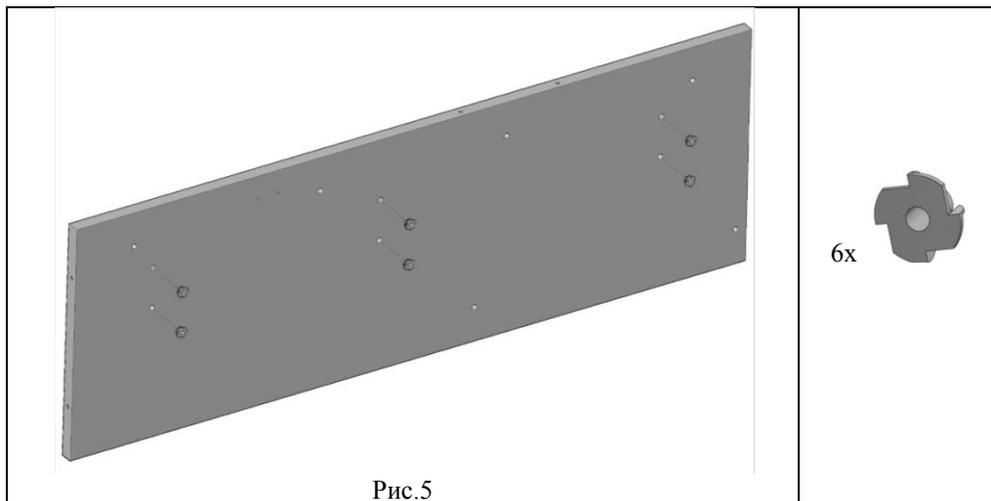

Рис.5
4.1.2. Достать из задней стенки заглушки технологические и установить усовые гайки (поз. 7, пакет № 50) на заднюю стенку (поз.3) (Рис.5). Вбить гайки усовые используя киянку или молоток на *горизонтальной поверхности*. (Рис.5 а).
Рис.5а